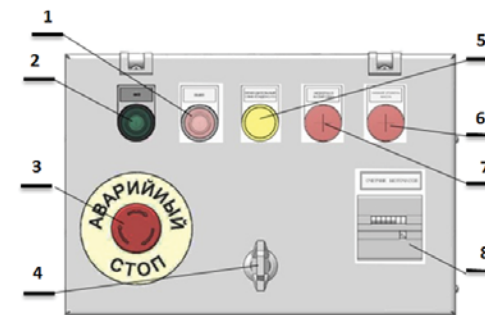

Рисунок 6 –Щит управления компрессором
- щит управления компрессором (рисунок 6);
Щит управления компрессором (рисунок 6) установлен в левой верхней части корпуса компрессора (поз.3 рисунок 1) и предназначен для выполнения функции управления работой компрессора, защитой его составляющих от перегрузок. Электрическая схема приведена в принципиальной электрической схеме (приложение Б к настоящему руководству).
На крышке щита управления компрессором расположены кнопки «ВКЛ», «ВЫКЛ» поз.1,2 (рисунок 6) предназначенные для пуска и остановки компрессора. Кнопка «АВАРИЙНЫЙ СТОП» 3 предназначена для экстренной остановки компрессора в аварийной ситуации. Кнопка «ПРИНУДИТЕЛЬНЫЙ СЛИВ КОНДЕНСАТА» 5 жёлтого цвета предназначена для сброса конденсата в случае отказа реле времени и для проверки работоспособности электромагнитного клапана блока автоматического и ручного сброса конденсата. Индикатор «НИЗКИЙ УРОВЕНЬ МАСЛА» 6 красного цвета загорается при понижении уровня масла в картере компрессорного блока ниже допустимого предела (или при отсутствии масла в картере).